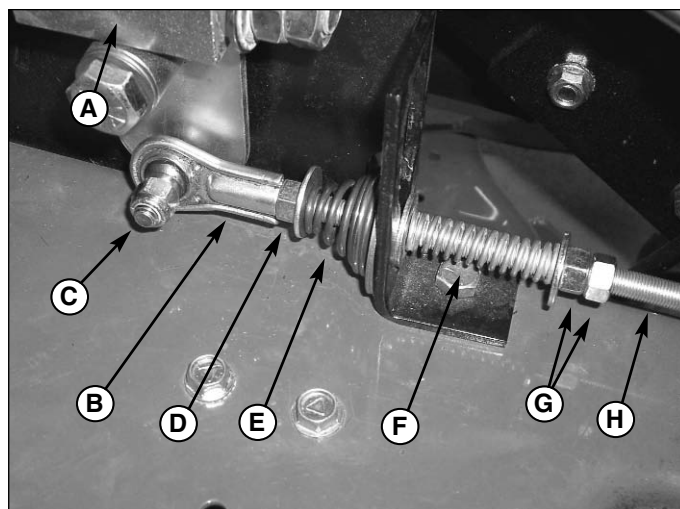

Figure 23. Réglage de point mort (côté droit montré)
3. Enlevez la visserie (C, Figure 23) reliant l'extrémité de tige (B) à l'ensemble soudé de support de commande (A).